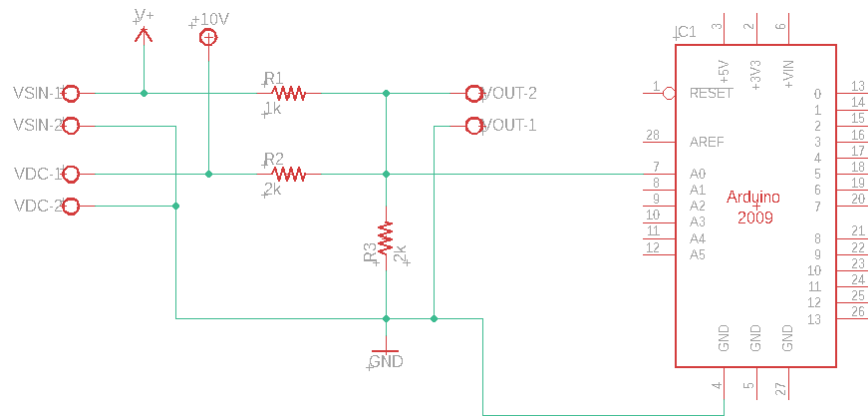

Figura 8: Utilización de componentes de librerías agregadas.
23. Realice las conexiones sugeridas en el circuito esquemático, tal como se muestra en la figura 8.